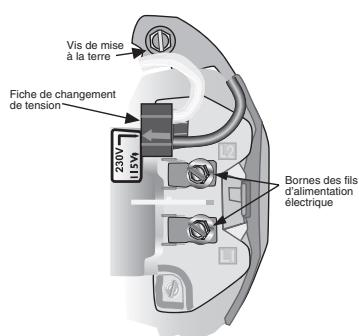

Figure 6 – Tension réglée à 230 volts, type de fiche.
4. Les options de réglage de la tension (sous le couvercle d'extrémité du moteur) sont présentées aux figures 6 et 7. Ne pas modifier le câblage du moteur si la tension de secteur est de 230 volts. Brancher l'alimentation électrique comme indiqué pour votre tension d'alimentation.
1. Raccorder d'abord le fil de mise à la terre. Effectuer tout d'abord la mise à la terre, puis raccorder la borne de mise à la terre verte qui se trouve sous le capot du moteur (se reporter à la Figure 6) et qui est indiquée par les lettres « GRD ». Procéder à la mise à la terre sur cette borne. Ne pas brancher le moteur à l'alimentation électrique tant que l'appareil n'est pas mis à la terre de façon permanente; sinon, un risque de choc électrique grave ou mortel peut être causé.